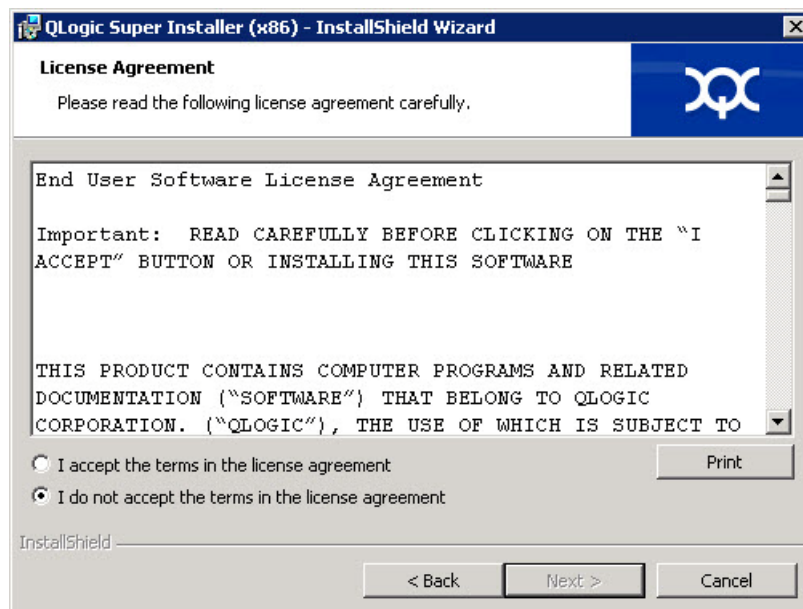

Abbildung 3-3. QLogic InstallShield Wizard: Lizenzvereinbarungsfenster
4. Füllen Sie im Lizenzvereinbarungs-Fenster des Assistenten Folgendes aus (Abbildung 3-3):